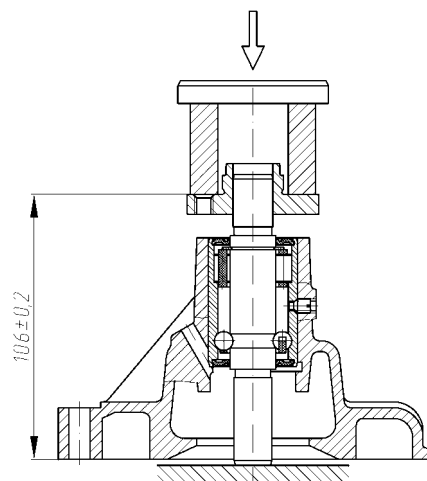

Рис.132. Напрессовка ступицы шкива водяного насоса
- напрессовать на валик подшипника ступицу шкива насоса, выдержав размер $(106,0 \pm 0,2)$ мм (рис.132);